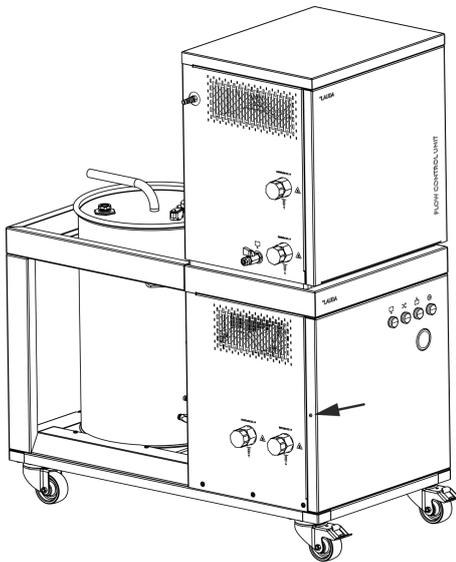

Abb. 4: Tür öffnen
6. Drehen Sie die Torx-Schraube an der Tür der Befüll- und Entleereinheit (Pfeil, Abb. 4) heraus. Ziehen Sie die Tür an der linken Seite aus ihrer Arretierung. Schwenken Sie die Tür vorsichtig nach rechts auf.